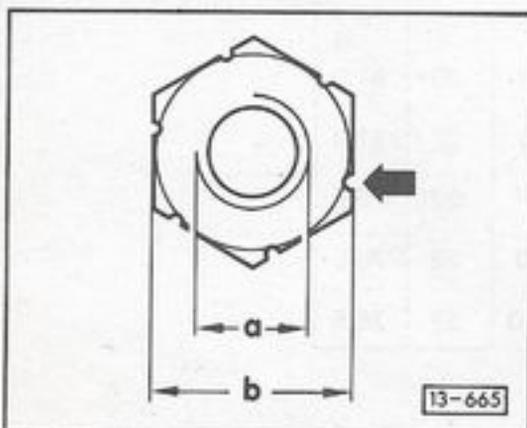

Fig. 6 Ecrous de bielle - Caractéristiques distinctives
- caractéristiques distinctives et couple de serrage ⇒ figure 6